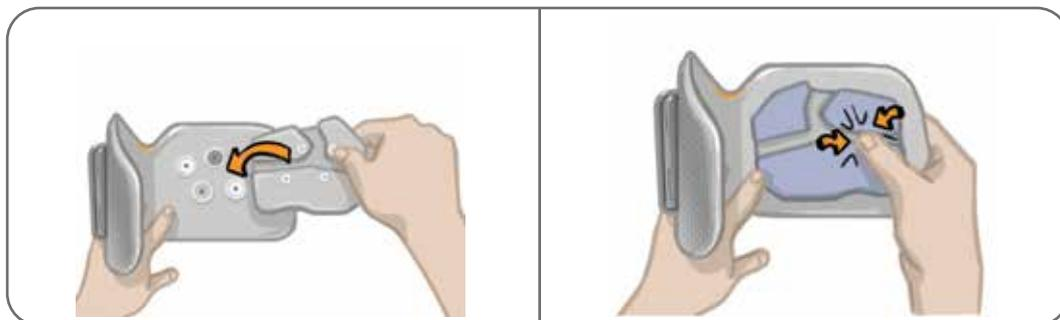

Figura 6-8: Alinhamento e fixação do eletrodo de direcionamento
5. Alinhe os encaixes do eletrodo de direcionamento com os orifícios de plugue no manguito da parte inferior da perna. Veja a Figura 6-8.
6. Pressione firmemente para encaixar o eletrodo de direcionamento no manguito da parte inferior da perna. Certifique-se de pressionar as áreas acima dos quatro encaixes. Veja a Figura 6-8.